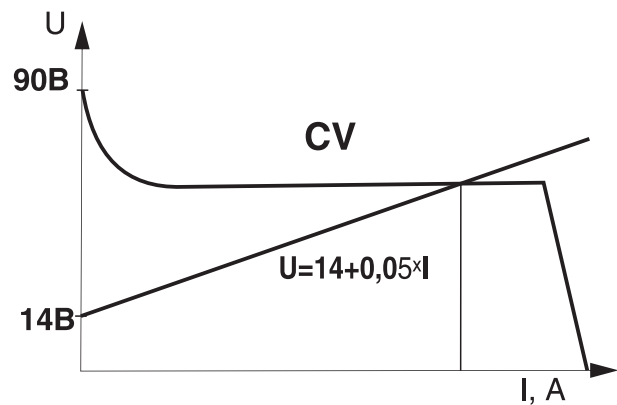

рис.2.3
На рис.2.3. представлена жесткая (CV) внешняя характеристика источника питания, применяемая при автоматической сварки под флюсом тонкой проволокой.